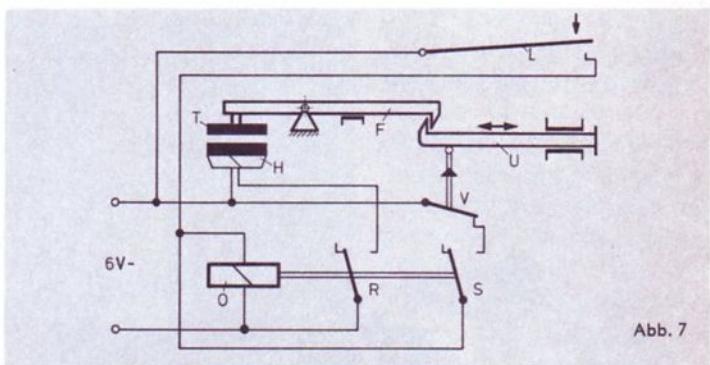

Abb. 7
5. Die elektrische schakeling, afb. 7. Bij inwerp van een geschikte munt wordt de bedienings-stroomketen van relais-spoel O gesloten. Tegelijkertijd sluiten echter ook de beide relais-contacten